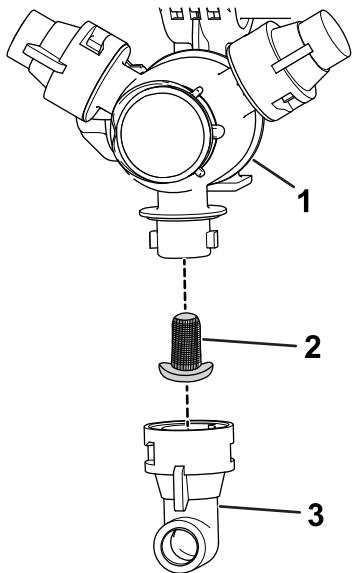

図 45
2. タレットからノズルを外す図 45。
3. ノズルフィルタを取り外す図 45。
5. ノズルフィルタを取り付ける図 45。
6. タレットにノズルを取り付ける図 45。